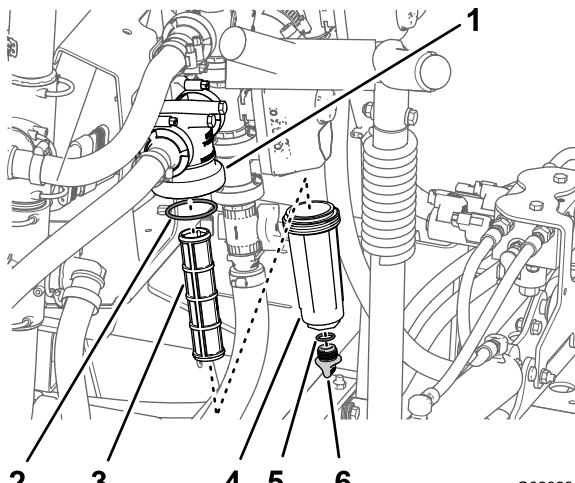

Figura 44
2. Alinhe um recipiente de escoamento debaixo do filtro de pressão (Figura 44).
3. Rode a tampa de drenagem no sentido contrário ao dos ponteiros do relógio e retire-a do recipiente do filtro de pressão (Figura 44).
4. Rode o recipiente no sentido contrário ao dos ponteiros do relógio e retire a cabeça do filtro (Figura 44).
5. Retire o elemento do filtro de pressão (Figura 44).
7. Verifique a junta do tampão de drenagem (localizado no interior do recipiente) e junta do recipiente (localizado no interior da cabeça do filtro) e veja se há danos e desgaste (Figura 44).
8. Instale o elemento do filtro de pressão na cabeça do filtro (Figura 44).
9. Instale o recipiente na cabeça do filtro apertando à mão (Figura 44).
10. Enrosque a tampa de drenagem na união na parte inferior do recipiente e aperte bem a tampa à mão (Figura 44).